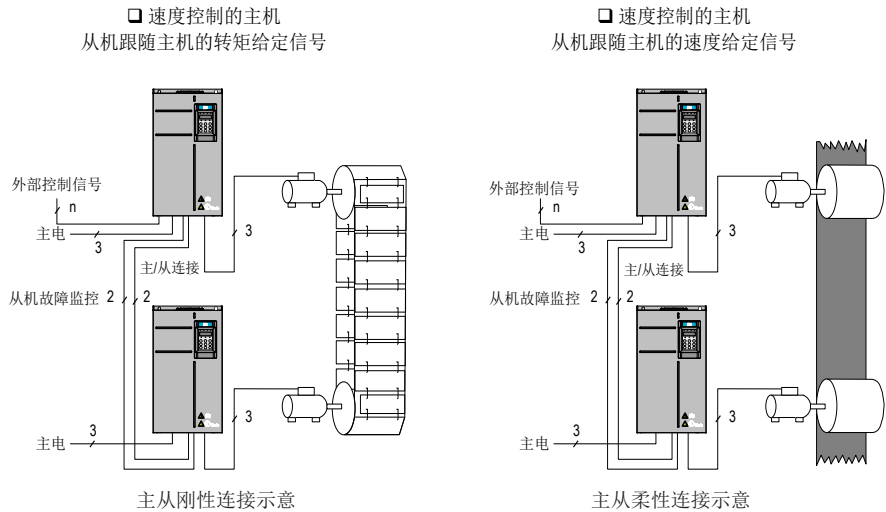

图 9-53 主从连接示意图
- 当主机和从机的电机轴通过齿轮、链条等进行刚性连接时，从机应该采用转矩控制模式，以使传动单元之间不存在速度差异。（请参见图 9-53）
- 当主机和从机的电机轴采用柔性连接时，从机应该采用速度控制模式，因为传动单元之间允许存在微小的速度差异。当主机和从机都为速度控制时，一般要使用下垂率。（请参见图 9-53）